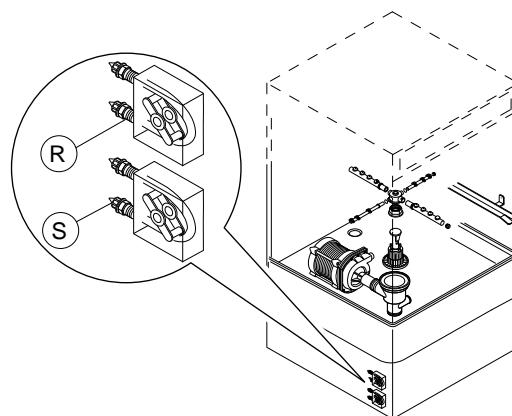

Fig. 1 Översikt för automatiska doseringshållare
1. Diskmaskin med inbyggd doseringbehållare för diskmedel (Fig. 1)
2. Diskmaskin med inbyggd självsugande pump för sköjlmedel (Fig. 1)